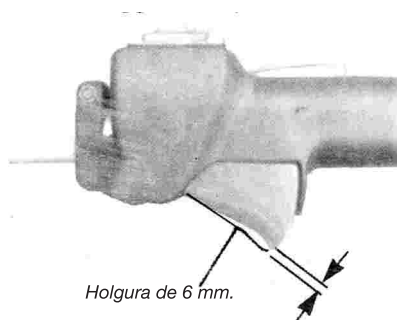

Imagen 10
2. Ajuste las tuercas ajustadoras del cable del acelerador hasta que consiga una holgura de unos 6mm sobre el gatillo. Ver Imagen 10.